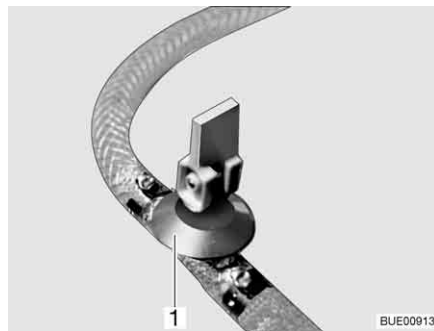

Fig. 184 Robinet de vidange
- Fermer le(s) robinet(s) de vidange. Placer le levier à bascule (Fig. 184,1) en position horizontale.
- Ouvrir le(s) robinet(s) de vidange (Fig. 184). Pour cela, placer le levier à bascule (Fig. 184,1) en position verticale. Le chauffe-eau se vide à l'extérieur.